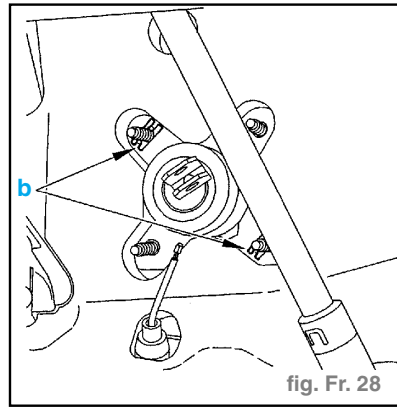

fig. Fr. 28
- Déposer les écrous (7).
- Écarter les ergots «b» de maintien de plaque d'amplificateur de freinage. (fig. Fr. 28)